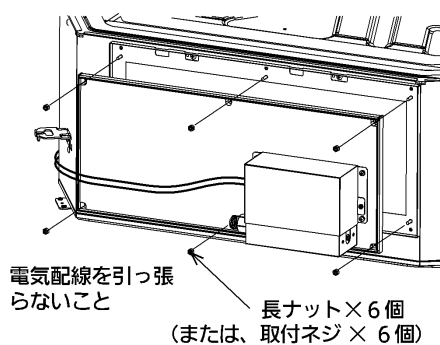

図2
- ②加湿器本体を固定している長ナット(M4×L15)もしくは、取付ネジ(M4×10)6個をはずし、電気配線を引っ張らないように加湿器を室内ユニットから取り出してください。(図2)
- ② フィルターチャンパーの塞ぎ板をはずします。〈図2〉
- ③ フィルターチャンパーに①で組み立てた外気チャンパーを、付属の取付ネジ6本で固定します。〈図2〉
- ④ 断熱材A、Bを、③で固定した取り付けネジ部に貼り付けます。〈図2〉